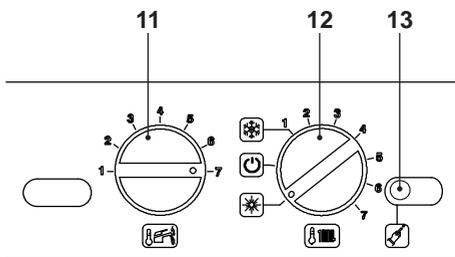

Fig. 9.9
- Posizionare le manopole del pannello comandi come indicato in Fig. 9.9.
- Per entrare nella modalità Spazzacamino bisogna entrare in programmazione premendo per 15 secondi il pulsante di ripristino 13 in Fig. 9.9 fino alla comparsa del parametro P01.
- Premere il pulsante di ripristino 13 in Fig. 9.9, per lo scorrimento dei vari parametri